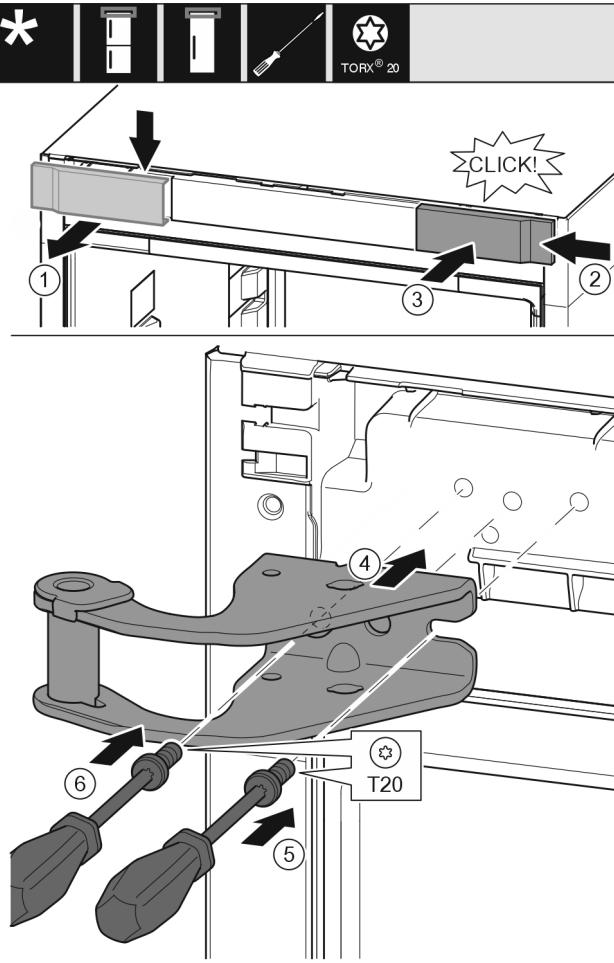

Fig. 9
- Pokrov snemite od zgoraj v smeri naprej. Fig. 9 (1)
- Pokrov, obrnjen za 180°, namestite na drugi strani z desne strani. Fig. 9 (2)
- Zataknite pokrov. Fig. 9 (3)
- Pristavite zgornji ležajni podstavek. Fig. 9 (4)
- Vijak vstavite z izvijačem T20 in ga zategnite. Fig. 9 (5)
- Vijak vstavite z izvijačem T20 in ga zategnite. Fig. 9 (6)